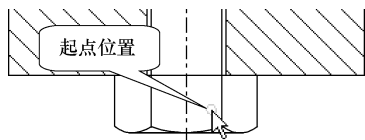

图 10-260 选取起点
(7) 在【注释】选项卡的【插入】选项组中单击【注解】按钮 ，出现【注解类型】菜单，选择【带引线】|【输入】|【水平】|【标准】|【缺省】|【进行注解】选项，出现【依附类型】菜单。
(8) 在【依附类型】菜单中选择【自由点】|【实心点】选项，消息区提示“选取起点”，在图形区视图中光标位置单击，拾取该位置，如图 10-260 所示。